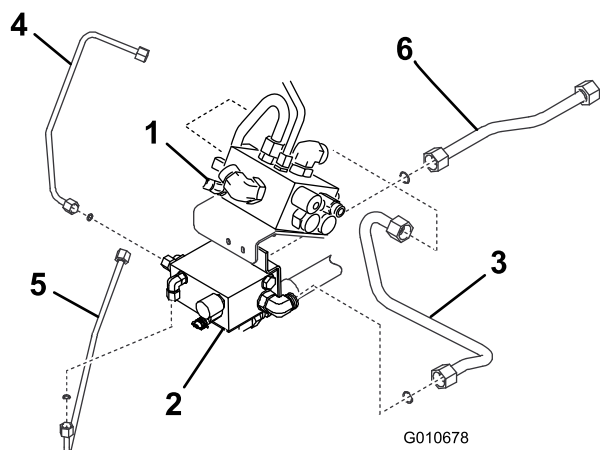

Figura 6
11. Montate un nuovo tubo idraulico E che va dal lato sinistro del collettore del ripartitore di flusso al lato destro del collettore 4WD (Figura 6).